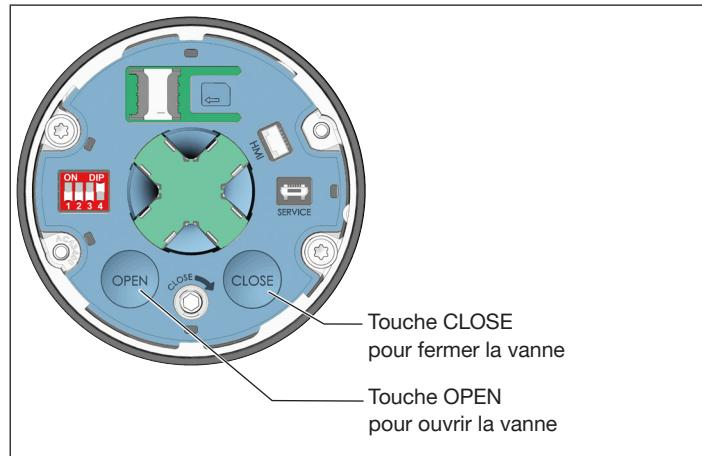

Fig. 27: Commande manuelle électrique sur les appareils
- Ouvrir ou fermer la vanne avec la touche OPEN et la touche CLOSE (voir « Fig. 27 »).